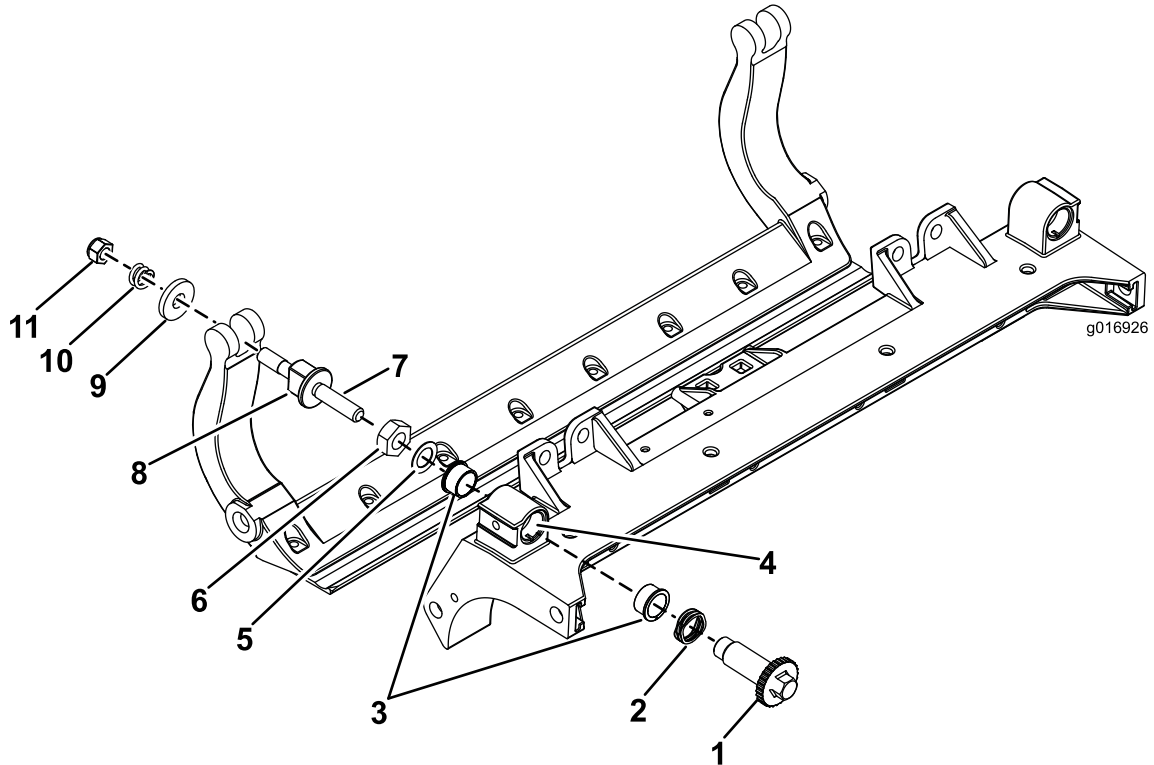

Figura 33
1. Rimuovete tutti i componenti (fate riferimento alle *Istruzioni per l'installazione* del kit DPA HD e a Figura 33).
2. Applicate del lubrificante antigrippaggio all'interno dell'elemento in cui vanno montate le boccole, sul telaio centrale dell'apparato di taglio (Figura 33).
3. Allineate le chiavette sulle boccole flangiate alle scanalature sul telaio e montate le boccole (Figura 33).
4. Montate una rondella ondulata sull'albero del dispositivo di regolazione e inserite l'albero all'interno delle boccole flangiate sul telaio dell'apparato di taglio (Figura 33).
5. Fissate l'albero del dispositivo di regolazione con una rondella piana e un dado di bloccaggio (Figura 33).
12. Posizionate una rondella in acciaio all'esterno di ciascuna rondella in nylon (Figura 33).
Nota: Le rondelle all'interno possono avere un gioco (Figura 33).
15. Serrate il dado su ciascun gruppo di regolazione della barra di appoggio fino a comprimere completamente la molla di compressione, quindi allentate il dado di $\frac{1}{2}$ giro (Figura 33).